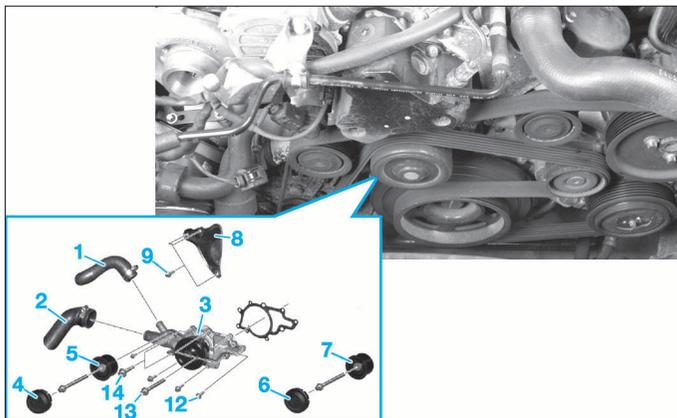

FIG. 48
- Débrancher les durits (1) et (2) (Fig.48) de liquide de refroidissement sur la pompe à eau (3).